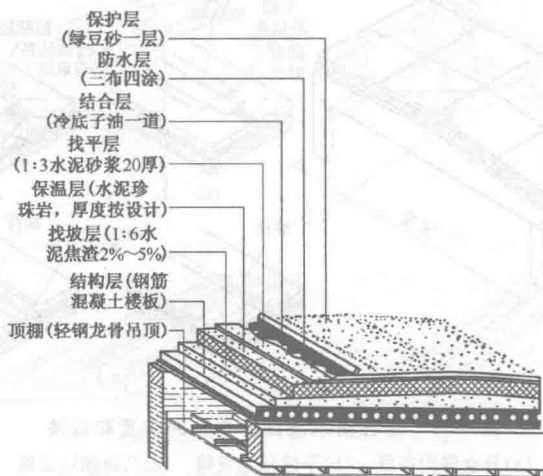

图 1-18 材料找坡、保温、不上人卷材防水屋面
1) 如图 1-18 所示,是材料找坡、保温、不上人卷材防水屋面的构造。